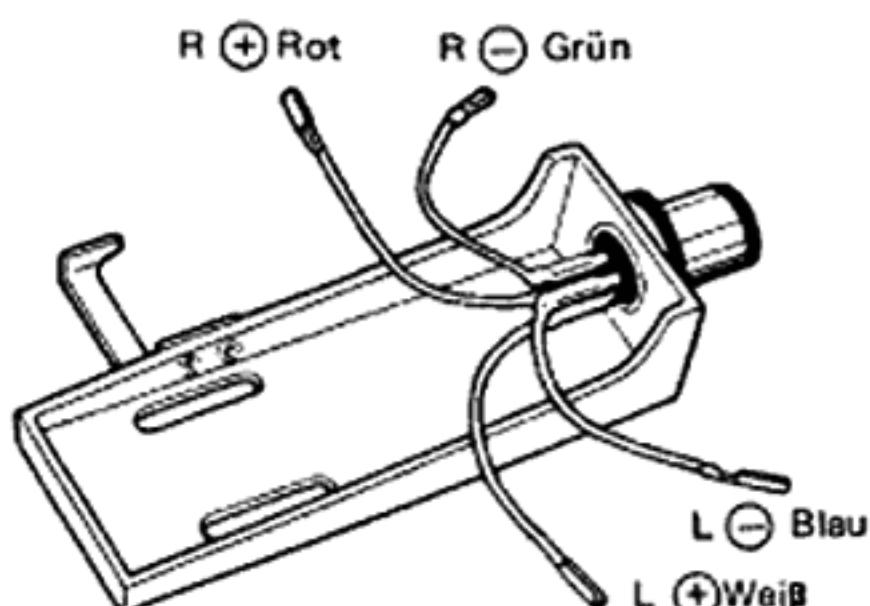

Abb. 9
- (1) Tonabnehmer in den Tonarmkopf einsetzen und mit den Befestigungsschrauben sichern.
- (2) Die Polarität sowie der Anschluß der Tonleiter des Tonabnehmers für den linken und rechten Kanal sind in Abb. 9 dargestellt. Der Anschluß ist gemäß der Tonabnehmer-Klemmenbezeichnung auszuführen.